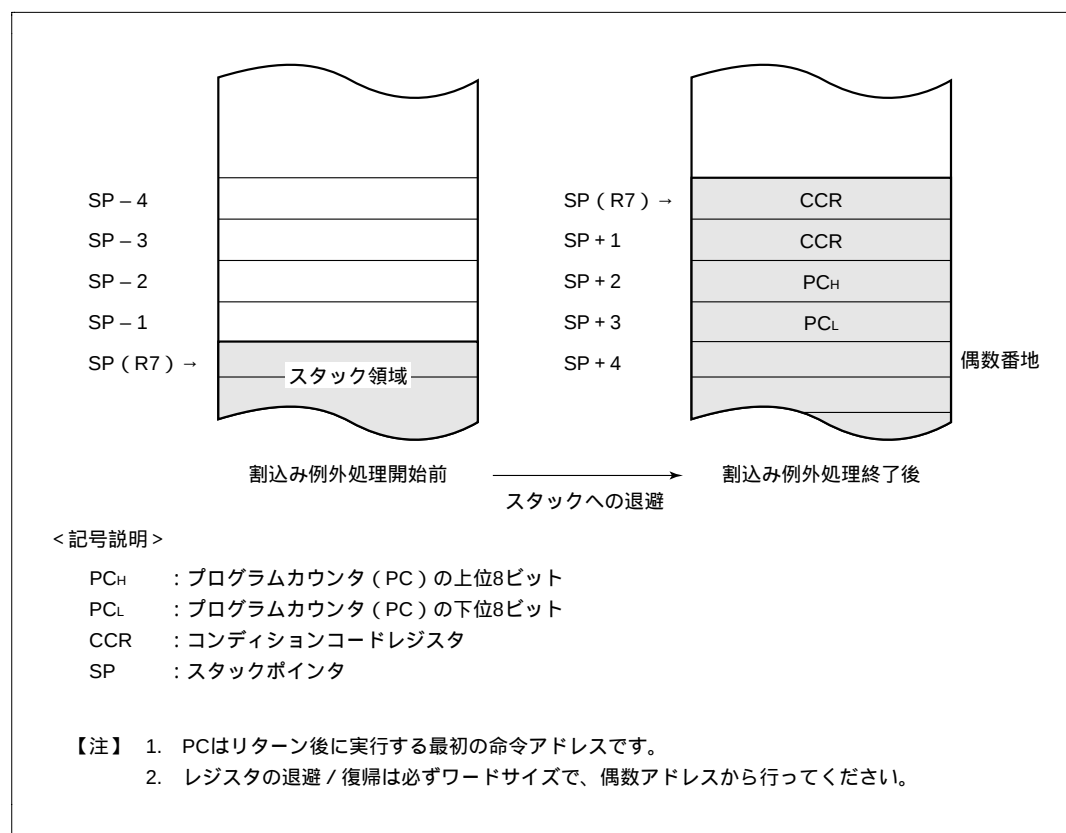

図 3.4 割込み例外処理終了後のスタック状態
- (1) 割込み許可レジスタの対応するビットが"1"にセットされている状態で、割込み要因が発生したとき、割込みコントローラに対して割込み要求信号が送られます。
- (2) 割込みコントローラに割込み要求信号が送られると、割込み要求フラグがセットされます。
- (3) 割込み許可フラグが"1"にセットされている割込みの中で、優先順位に従って最高位の割込み要求が選択され、その他は保留となります（表 3.2 参照）。
- (4) CCR の I ビットを参照し、I ビットが"0"にクリアされている場合は、割込み要求は受け付けられますが、I ビットが"1"にセットされている場合は割込み要求は保留となります。
- (5) 割込み要求が受け付けられると、そのとき実行中の命令の処理が終了した後、PC と CCR がスタック領域に退避されます。このときのスタックの状態を図 3.4 に示します。